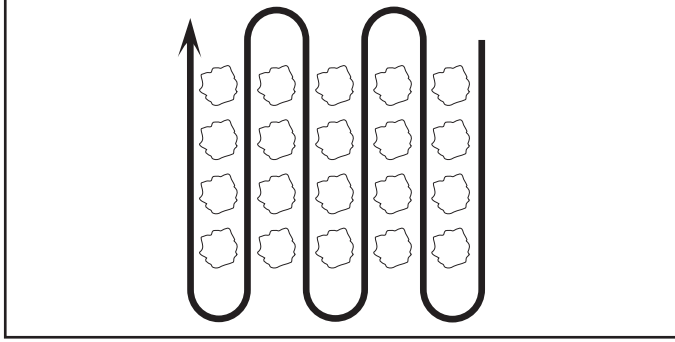

FIG. 10
- Coupez le long des rangs à une vitesse qui permettra aux fraises de déraciner les mauvaises herbes et de laisser la terre à l'état bruyant pour que les mauvaises herbes n'y repoussent plus (Voir la fig. 10).